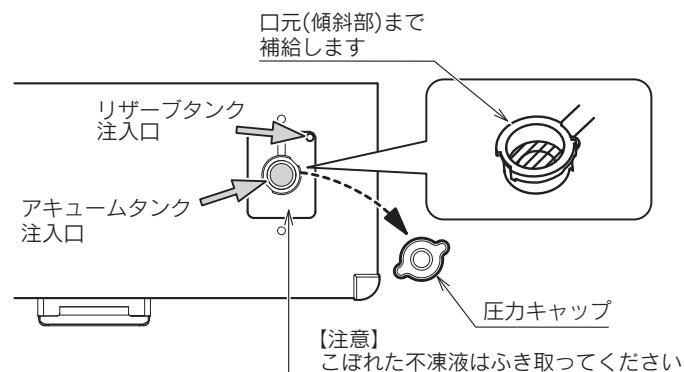

図1
4. アキュームタンク上部の圧力キャップを左に回してはずします。(図1)
7. 循環ポンプから音が聞こえなくなり、水位の減少や循環ポンプ停止後のあふれがなくなったら(この状態で10分以上運転し配管内のエア抜きを行ってください。)循環ポンプ運転中にアキュームタンク注入口の口元(斜線部)まで補給し、圧力キャップを取付けます。(図1)圧力キャップは右に回してストッパーにあたって止まるまで確実に締めてください。(図1)